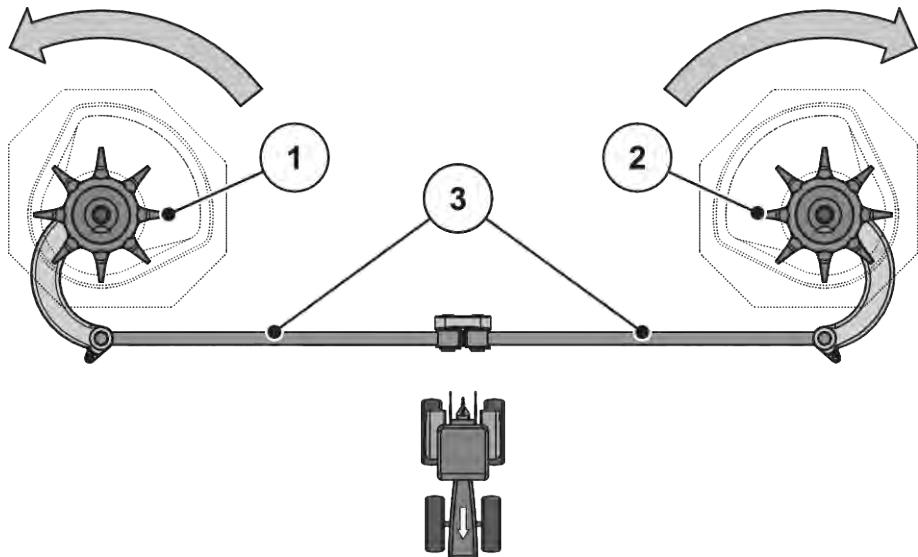

Fig. 60: Kontrollere røreverksdrev
- Drei blandehodet for hånd **i retningen til spredeskiven**. Se Fig. 60 Kontrollere røreverksdrev.
- Drei rørehodet for hånd eller ved hjelp av et oljefilterbånd kraftig **mot dreieretningen til spredeskiven**. Se Fig. 60 Kontrollere røreverksdrev